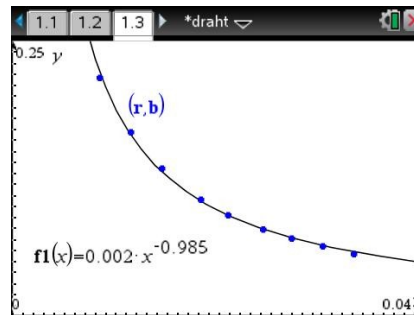

Bild 2.4
2. Nach Durchführung einer Potenzregression den Regressionsgraphen und die korrigierten Messdaten gemeinsam darstellen (Bild 2.4).
3. Die Antiproportionalität wird recht gut bestätigt, ebenso wie der Koeffizient vor $1/r$, denn er hat bei $I = 10$ A auch rechnerisch den Wert $0,000002 \text{ T}\cdot\text{m} = 0,002 \text{ mT}\cdot\text{m}$ (Bild 2.4).